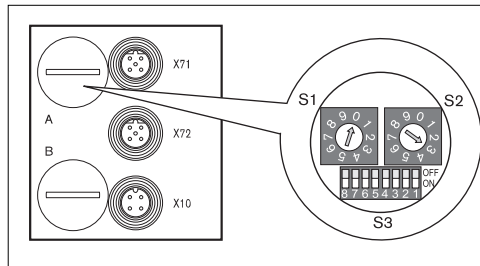

Abb. 8: Adressschalter S1, S2 und Mode-Schalter S3 am Buskoppler
- ▶ Vergeben Sie mit S1 und S2 (siehe Abbildung 8 auf Seite 34) die Stationsadresse von 2 bis 99 frei:
Der Mode-Schalter S3 für die Einstellung der Diagnosemeldungen befindet sich unter der PG-Verschraubung **A** (siehe Abbildung 8 auf Seite 34).